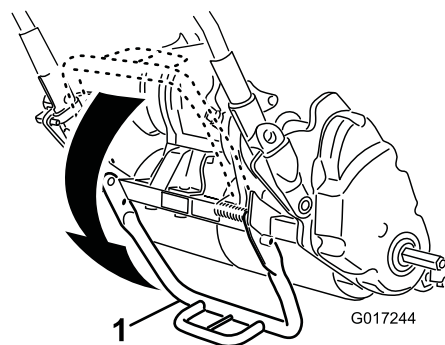

Figure 18
1. Avec le pied, appuyez sur le centre de la béquille et tirez sur le support du guidon inférieur jusqu'à ce que la béquille pivote vers l'avant et par-dessus le centre (Figure 18).